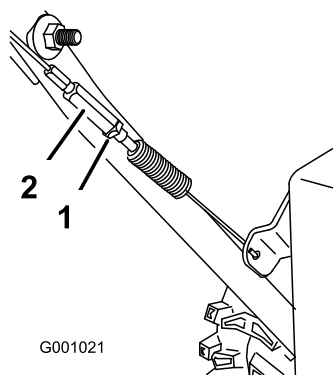

Figura 44
3. Serrate il controdado (Figura 44).